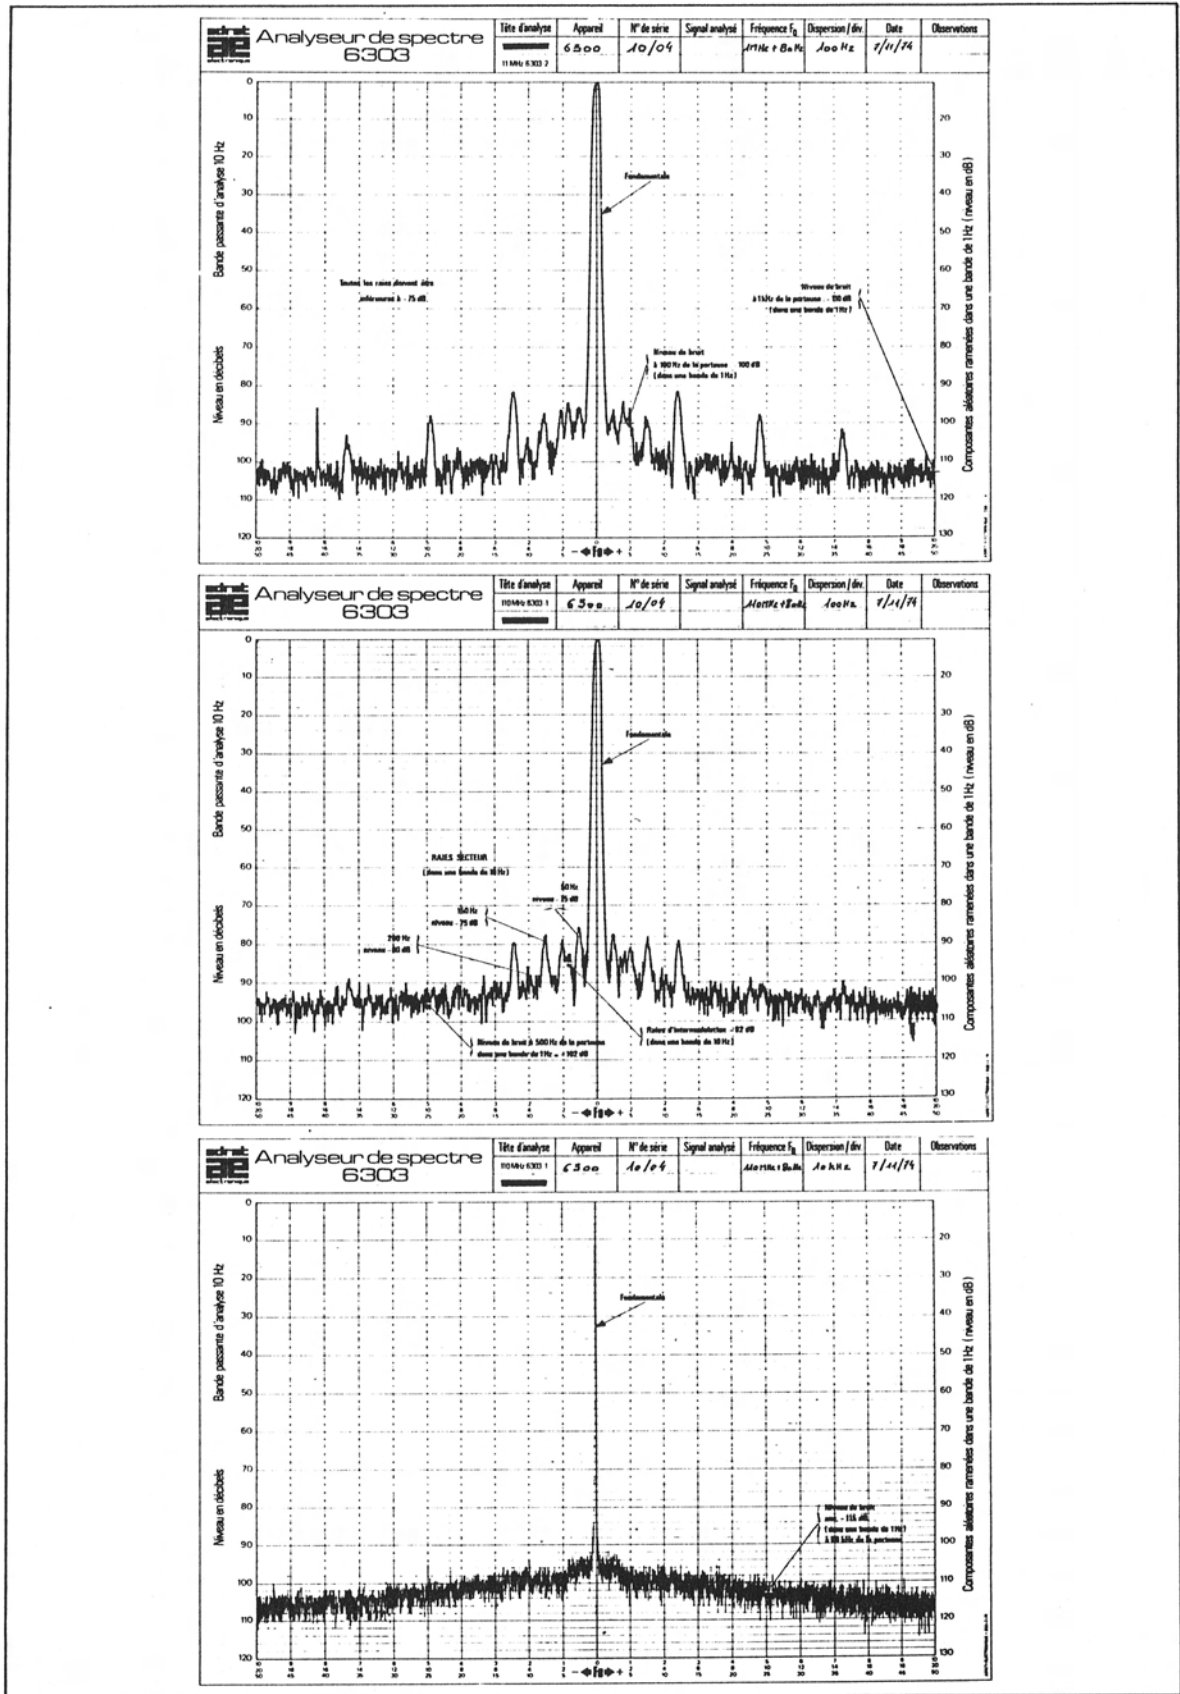

Figure VII-6 - Relevé de spectres de raies et du bruit
(fig. VII-6, page VII-15)
- Exploitation des résultats (voir figure VII-6) ;